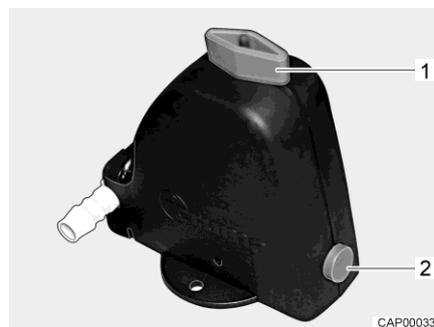
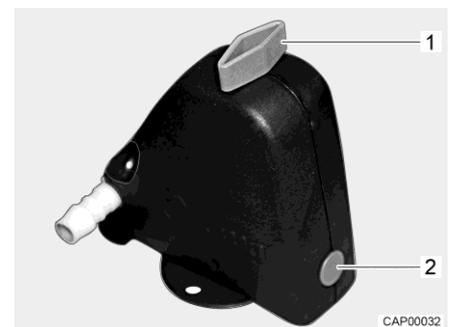

Fig. 67 Valve de sécurité et de vidange ouverte
Fig. 68 Valve de sécurité et de vidange fermée
- Fermer la valve de sécurité et de vidange. Tourner pour cela le bouton rotatif (Fig. 67,1) dans le sens transversal par rapport à la valve de sécurité et de vidange et enfoncer le bouton-poussoir (Fig. 67,2). La valve de sécurité et de vidange fermée est représentée à la Fig. 68. Lorsque la température descend en dessous de 6 °C, la valve de sécurité et de vidange ne peut pas être fermée.